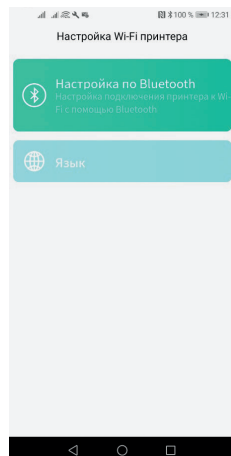

Рис. 1
- На стартовом экране выберите язык и нажмите «Настройка по Bluetooth» (Рис. 1).